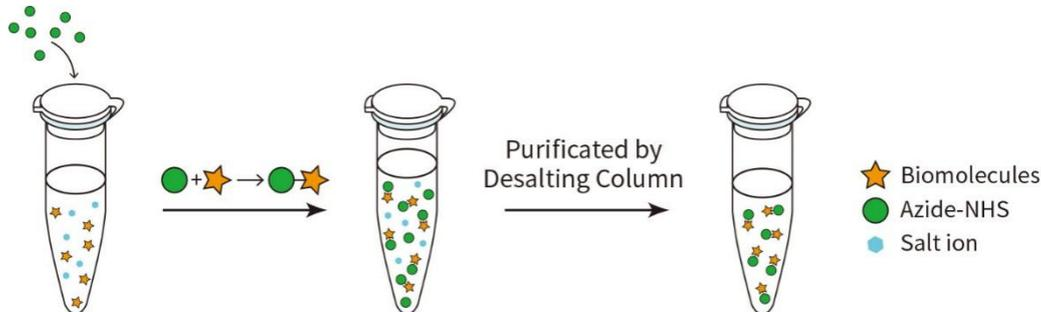

图1. 碧云天Azide快速标记试剂盒(P1283)的实验流程和原理示意图。
- 本试剂盒提供了标记试剂(Azide-NHS)和用于纯化Azide标记生物大分子的脱盐柱(Desalting Column)。本试剂盒的标记流程和原理如图1所示。